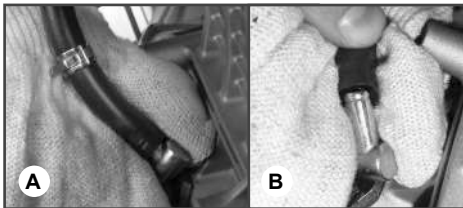

Рис. 10 Снятие топливного шланга
3. Подложите под топливный шланг кусок ветоши (Рис. 10А). После этого частично снимите топливный шланг с входного штуцера топливного насоса и оставьте небольшое отверстие для выхода воздуха из топливного шланга (Рис. 10В).
6. Опустите рычаг декомпрессора вниз, рычаг должен зафиксироваться в нижнем положении (он автоматически вернется в исходное положение после запуска, или когда вы снова потянете ручку стартера). Рычаг декомпрессора расположен на крышке клапанов двигателя (Рис.10).